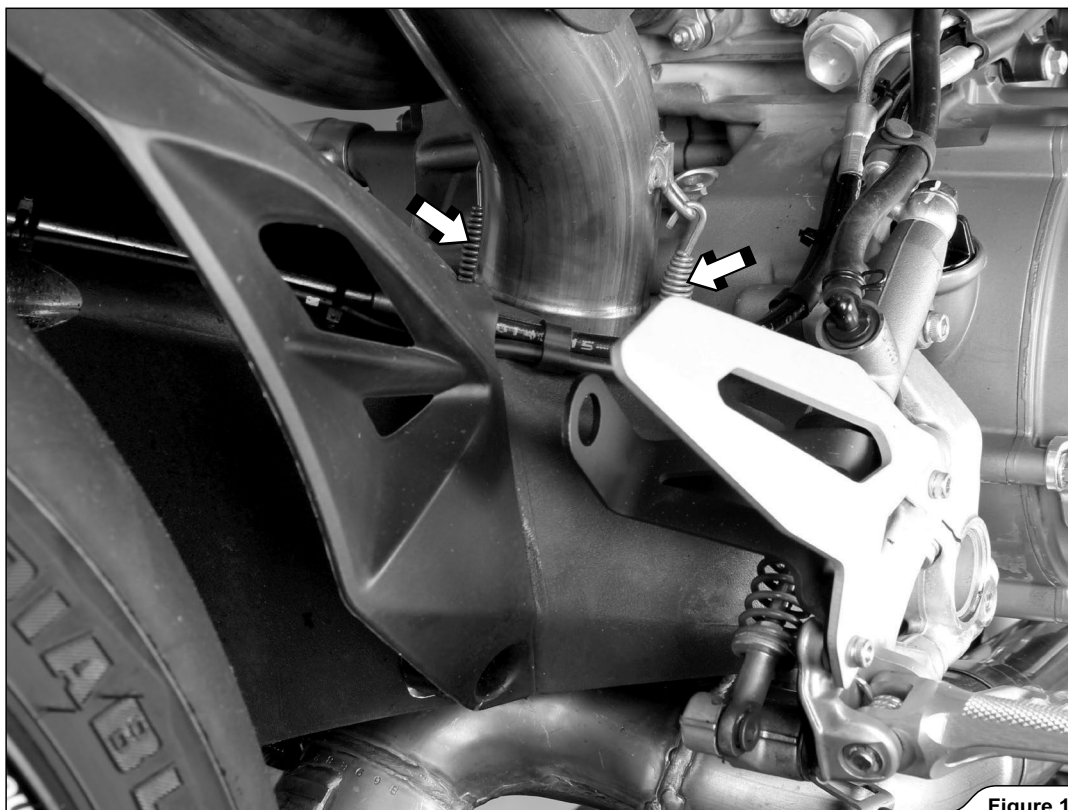

Figure 17
7. リアマニホールドの図に示すスプリングを外し、マニホールドを車両から慎重に取り外します (図 17)。